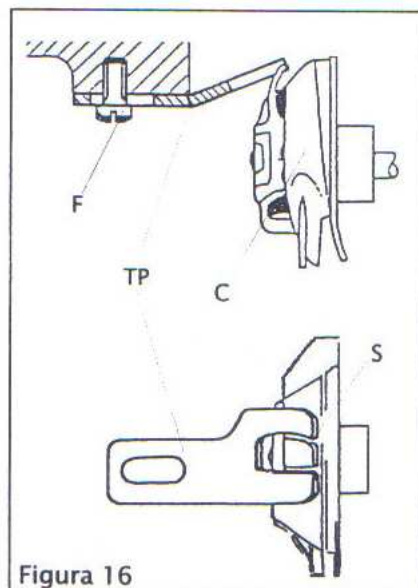

Figura 16
6. Finalmente, coloque el tope del portacápsulas TP (figura 16), de modo que no roce el cuerpo del garfio C y el saliente del porta-cápsulas S quede alojado en la horquilla del tope (TP), de tal manera que permita, entre ambos, el paso del hilo. Apriete el tornillo de fijación F.